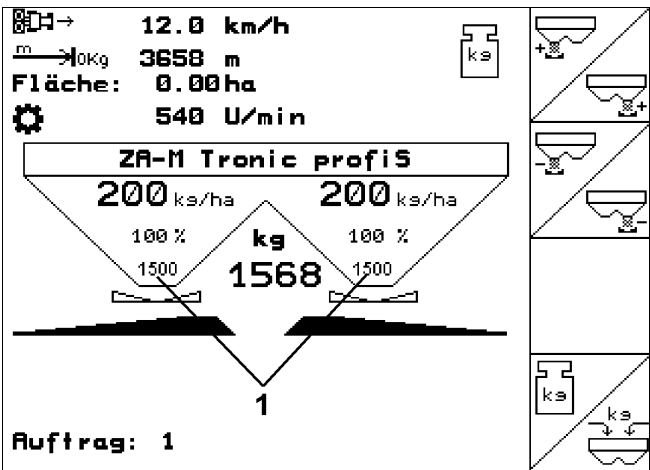

Fig. 96
-  Los impulsos (Fig. 96/1) de los servomotores pueden ser indicados en el Menú de Trabajo.